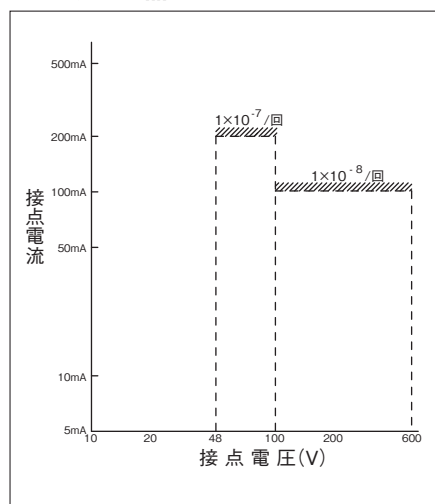

図1. S(D)-T主接点
■図1～図4に示す接触信頼度以上の信頼度を必要とする場合には、接点の並列接続(冗長化)が必要です。